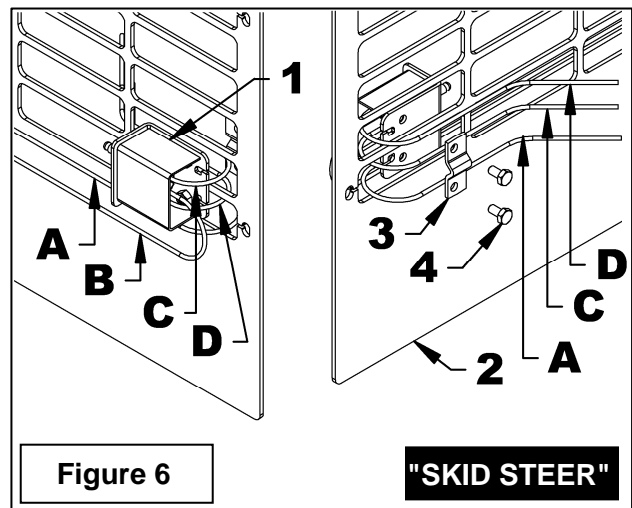

Figure 6
2. **Figure 6:** Placer le boîtier (item 1) sur la grille de protection du véhicule (item 2) de façon à obtenir une position de travail confortable. Fixer avec la crampe de boîtier (item 3) à l'aide de deux boulons hex. 1/4"NC x 1/2" (item 4).